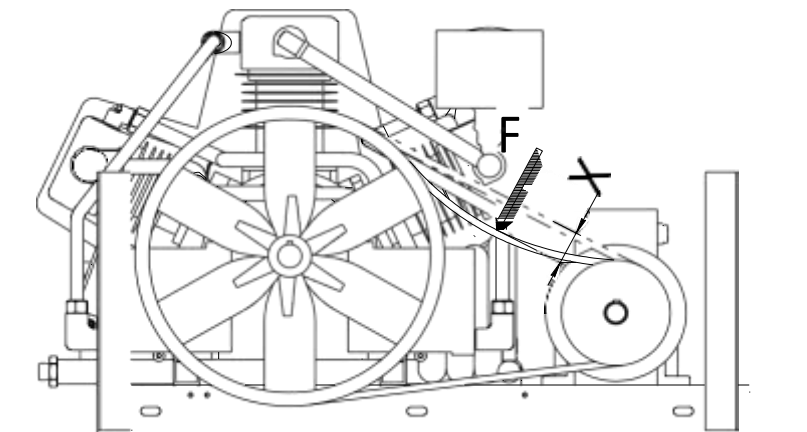

Рисунок 6
Для проверки натяжения ремней выполните следующие действия (смотрите рисунок 6):
- 3 Приложите силу  $F$  с усилием 40...55 Н, перпендикулярно к середине ремня (рисунок 6).